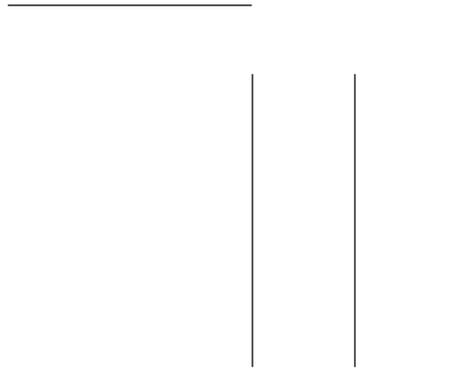

Рисунок 4.19
**Задание 2.** Создайте горизонтальный вал  (рисунок 4.19)